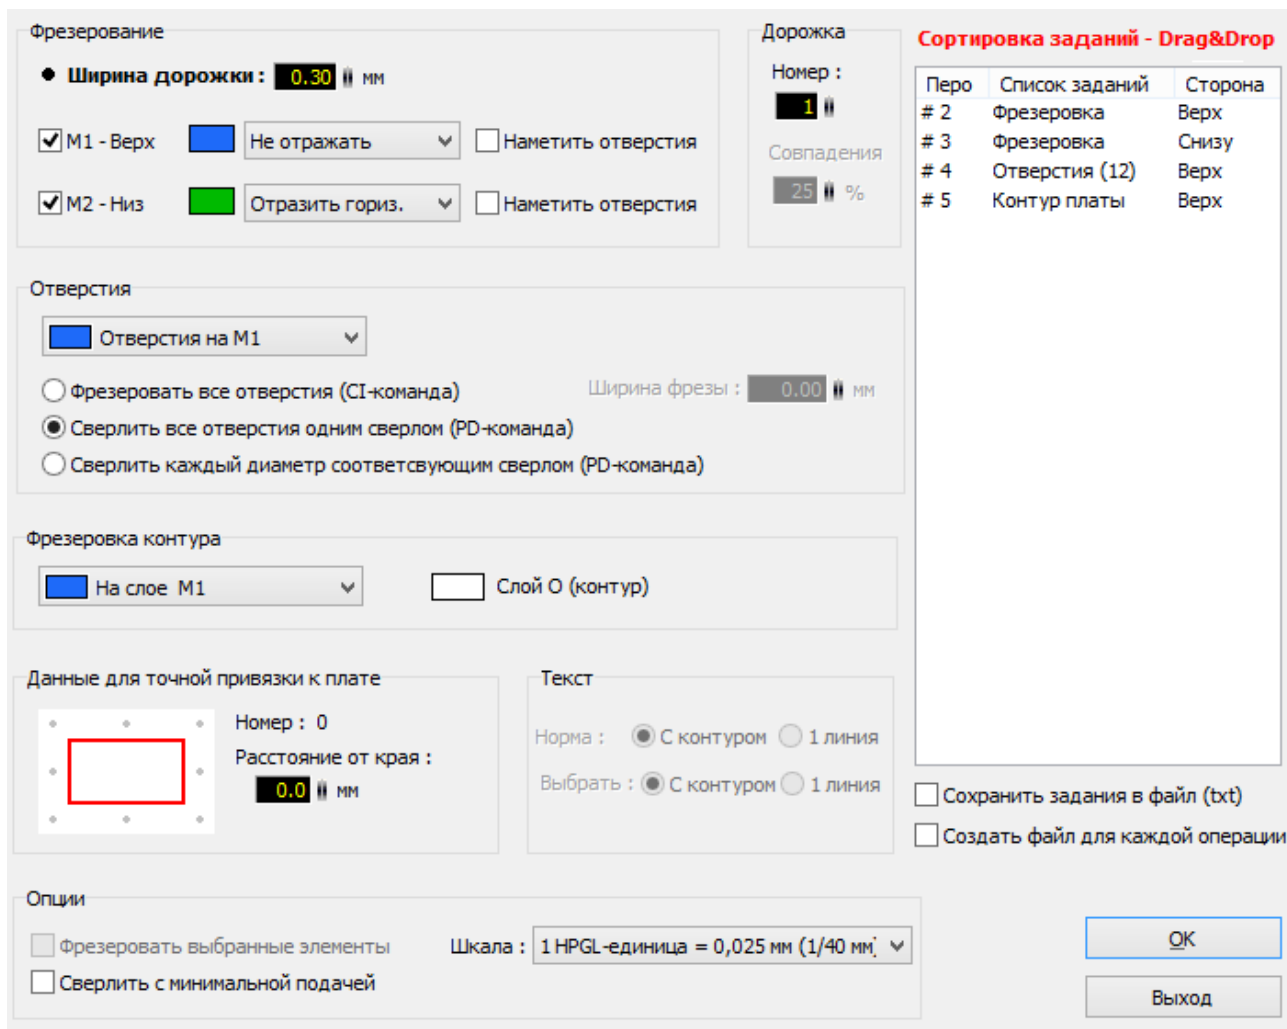

Рис. 137. Окно экспорта Plot-файла
Для создания Plot-файла необходимо выбрать в меню «Файл» → «Экспорт» → «Данные фрезер. (HPGL, *.plt)...». Откроется окно настроек (рис. 137).
- **Сортировка заданий** – справа (см. рис. 137) отображены все задания для станка согласно заданным настройкам. Plot-файл будет содержать все эти задания в том порядке, как они указаны в листе заданий. Sprint Layout располагает задания в надлежащей последовательности, но можно изменить порядок этих заданий по своему усмотрению, перетаскивая строки, захватив их левой кнопкой мыши (Drag&Drop).